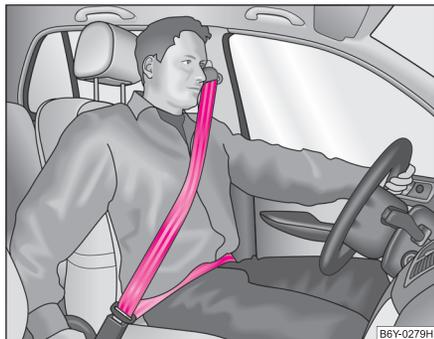

Abb. 121 Gurtbandverlauf des Schulter- und Beckengurtes
- Der Schultergurt-Teil darf niemals über den Hals verlaufen, sondern muss ungefähr über die Schultermitte verlaufen und gut am Oberkörper anliegen. Der Beckengurt-Teil muss vor das Becken gelegt werden, darf nicht über den Bauch verlaufen und muss immer fest anliegen ⇒ Abb. 121. Das Gurtband gegebenenfalls ausrichten.